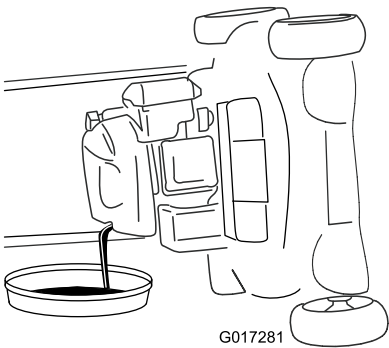

Figura 31
4. Ponga la máquina de lado (con el filtro de aire hacia arriba) para drenar el aceite usado del tubo de llenado de aceite (Figura 31).